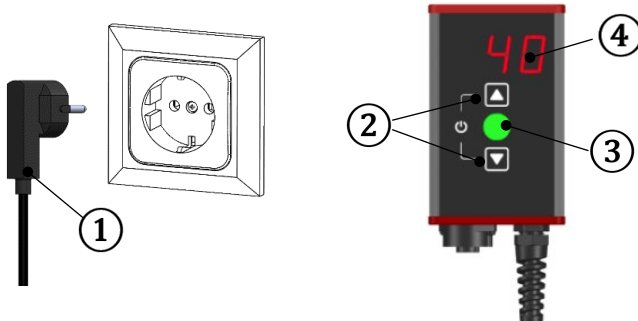

Abbildung 6.3.1
6.3 Inbetriebnahme (Abbildung 6.3.1)